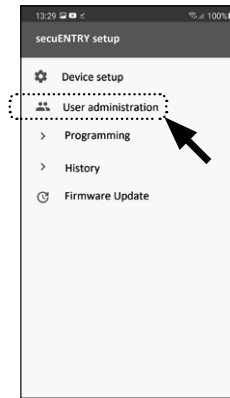

Abb. 90
- 3 Im Untermenü tippen Sie auf „*User administration*“ (Abb. 90).